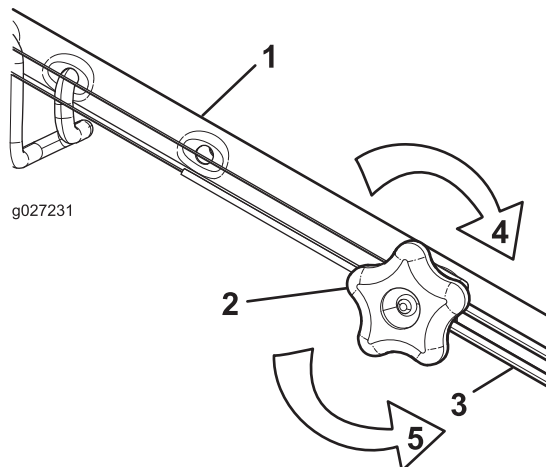

Figura 45
1. Gire el pomo de ajuste en sentido antihorario para aflojar el cable (Figura 45).
2. Ajuste la tensión del cable (Figura 45) tirando del mismo hacia atrás o empujándolo hacia adelante, y sujételo en esa posición.